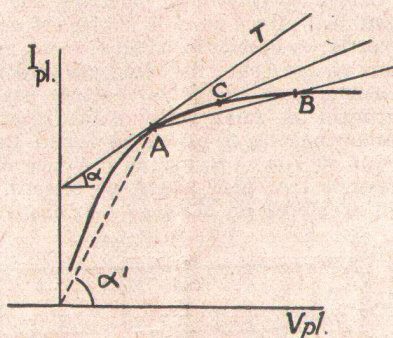

Fig. 1. — Caractéristique d'une lampe.
1. La résistance interne n'est pas égale au quotient de la tension plaque par le courant plaque, mais au quotient de la variation de tension plaque par la variation de courant plaque. Reportons-nous à la figure 1 et considérons le point A, si l'on veut déterminer la résistance en ce point on sait qu'il faut d'abord mener la tangente en ce point, c'est-à-dire que l'on prend un deuxième point tel que B, on joint A-B et on suppose que le point B se déplace et tend vers A, on a une succession de droites telles que A-B, A-C... et à la limite lorsque B est en A on a la droite A-T qui est la tangente au point A. Cette tangente fait avec l'horizontale un angle α , du fait que la courbe est celle du courant plaque en fonction de la tension plaque, l'angle α est égal